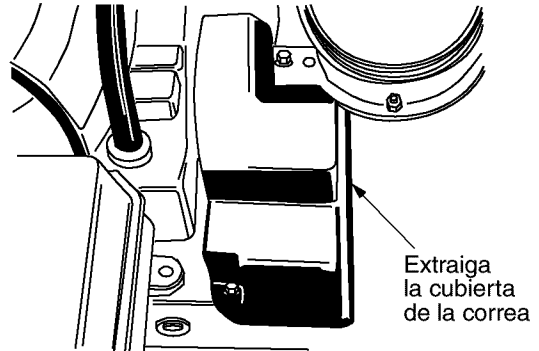

Figura 21
- Reemplace la cubierta plástica de la correa al frente del motor, extrayendo los dos tornillos autoroscantes. Vea al Figura 21.